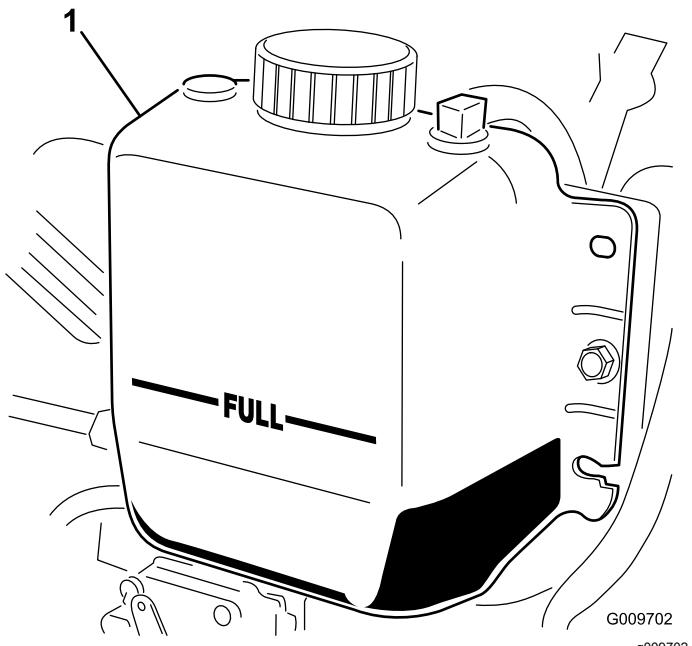

Figura 35
- Nota:** Il radiatore deve essere riempito fino alla parte superiore del collo del bocchettone ed il serbatoio di espansione fino al segno di pieno (Figura 35).